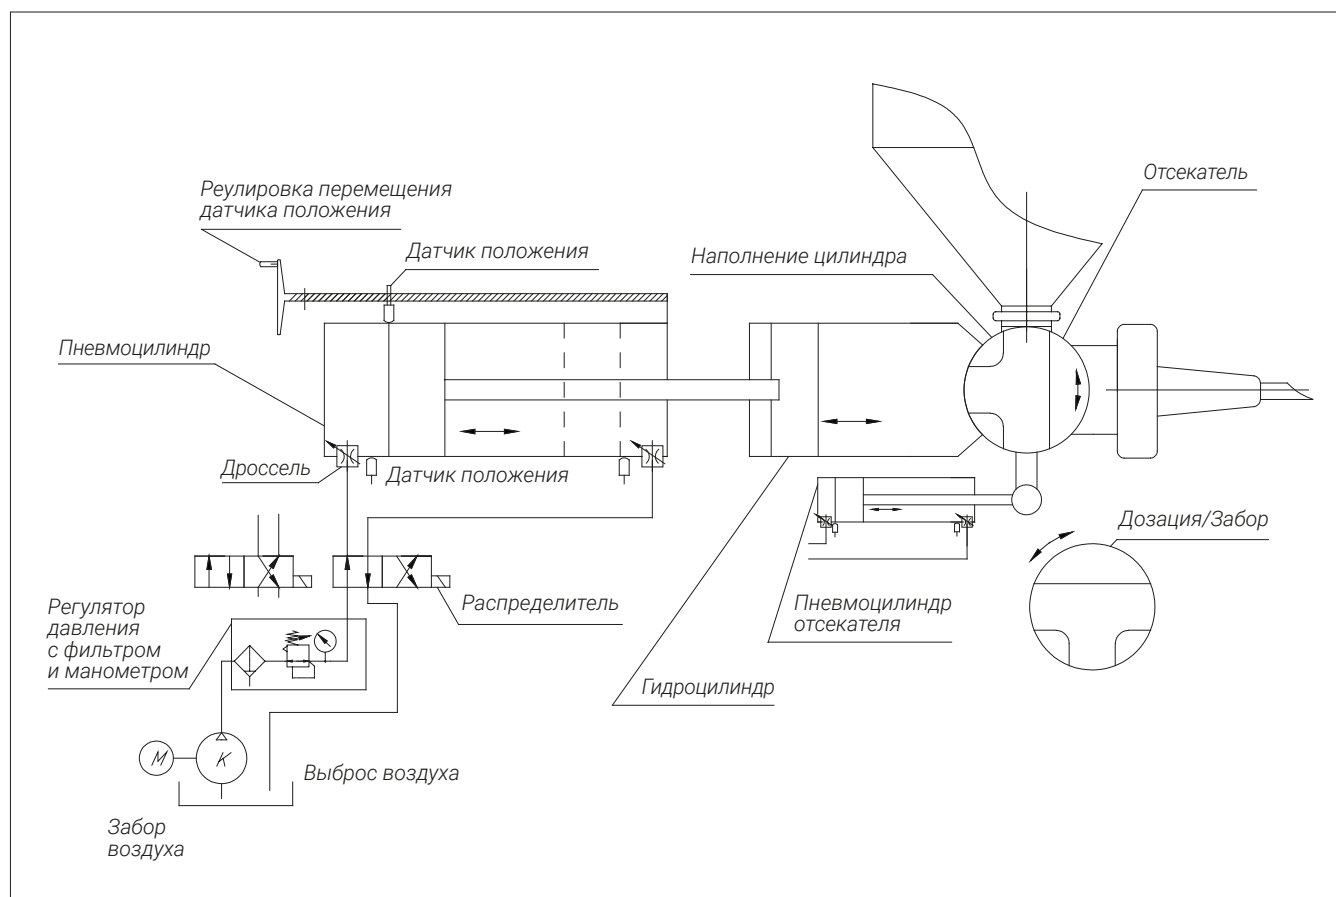

Рис. 6
5.2.1. Схема принципиальная (рис. 6). Может незначительно отличаться в зависимости от модификаций.